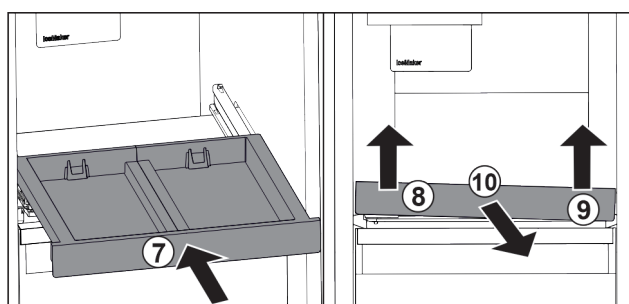

Fig. 82
- ▶ Skjut in utdragshyllan. Fig. 82 (7)
- ▶ Lyft utdragshyllan fram till vänster. Fig. 82 (8)
- ▶ Lyft utdragshyllan fram till höger. Fig. 82 (9)
- ▶ Ta ut utdragshyllan framåt. Fig. 82 (10)